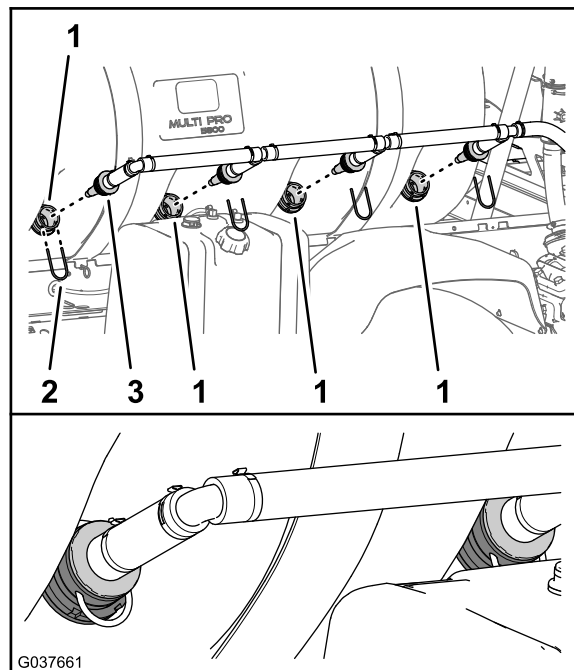

图56
4. 将搅拌喷嘴总成的 4 个搅拌喷嘴插入打药车药缸的隔板接头 图56。